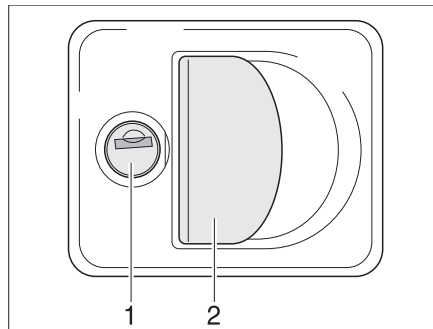

Bild 53 Klappenschloss mit Griffschale
- Schlüssel in Schließzylinder (Bild 53,1) stecken und eine viertel Umdrehung drehen. Das Klappenschloss ist entriegelt.
- Am Schlossgriff (Bild 53,2) ziehen. Die Außenklappe ist geöffnet.